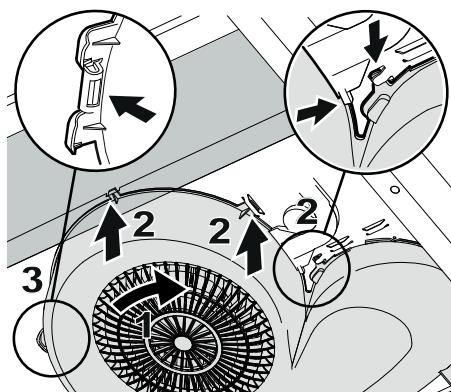

Fig.8
Se till att alla snäppen passar mot spisfläkten flikarna. Vrid in fläkthuset (1) i flikarna (2). Tryck tillbaka fläkthusets snäppa i fliken (3). Fig.8